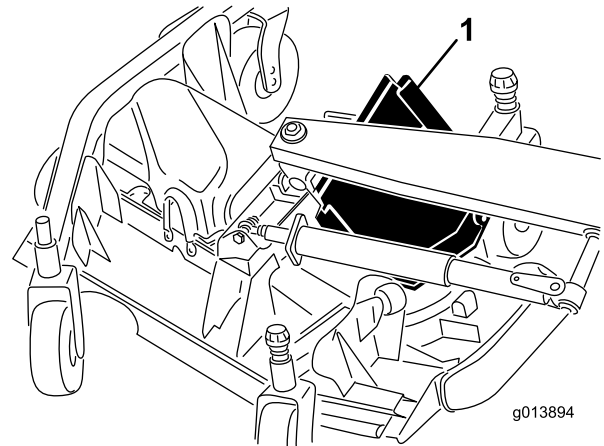

Bild 79
6. Heben Sie die vordere Kante an und führen sie zwischen dem Hubarm und der Rolle, um sie zu entfernen (Bild 79).